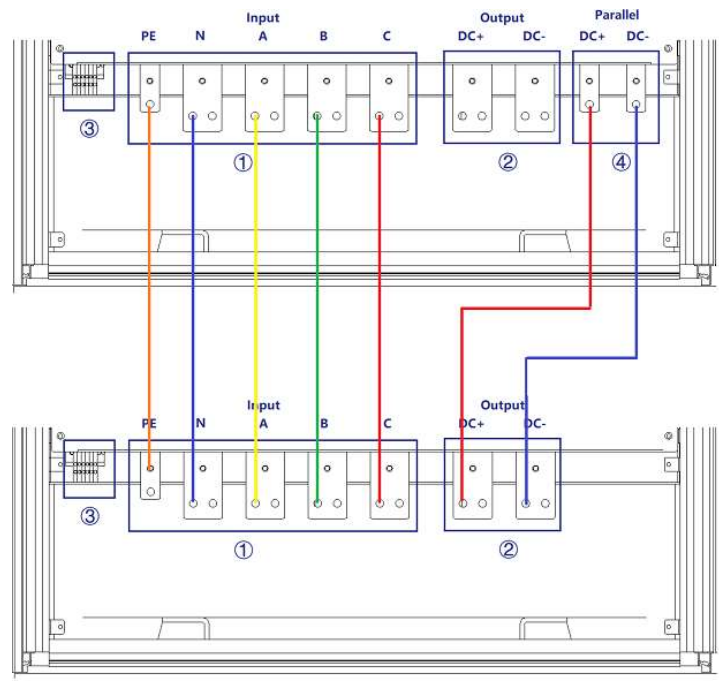

图 1-27 并联输入/输出线缆接线图
**步骤三：**如图 1-27 所示，将两台设备的输入/输出线缆并联。